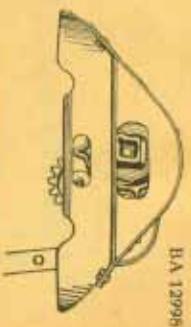

Abbildung Nr. 12B
3. Befestige die Elevator-Haube und gleichzeitig das Elevator-Getriebeschild (BA 12996 — Abbildung Nr. 12B) an dem Elevatorblech und der Binderisch-Verlängerung, mit der Haube oberhalb und dem Getriebeschild unterhalb der Bleche, siehe Abbildungen Nr. 12 und 12A.